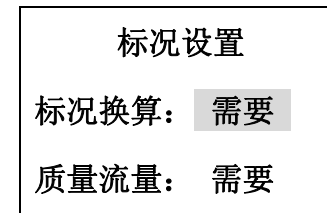

图 17
②若测量需温压补偿的其它气体的质量流量时，应选择“区域补偿”或“ $\rho = A+BT$ ”或“ $\rho = A+BP$ ”，再利用该介质的密度曲线，选择工作范围内任意两点，利用公式“ $\rho = A+BT$ ”或“ $\rho = A+BP$ ”建立二元一次方程组，求得 A 和 B 后代入数设定中“补偿系数 A, B 项”。
b. 标况设置（见图 17）